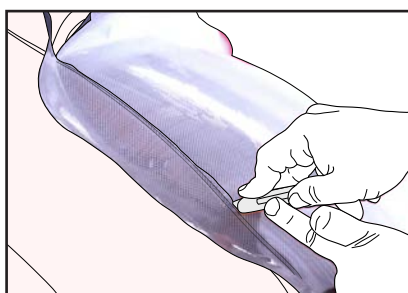

Figure 22
- ▶ Procéder à la coupe complète du film. (FIG. 22)